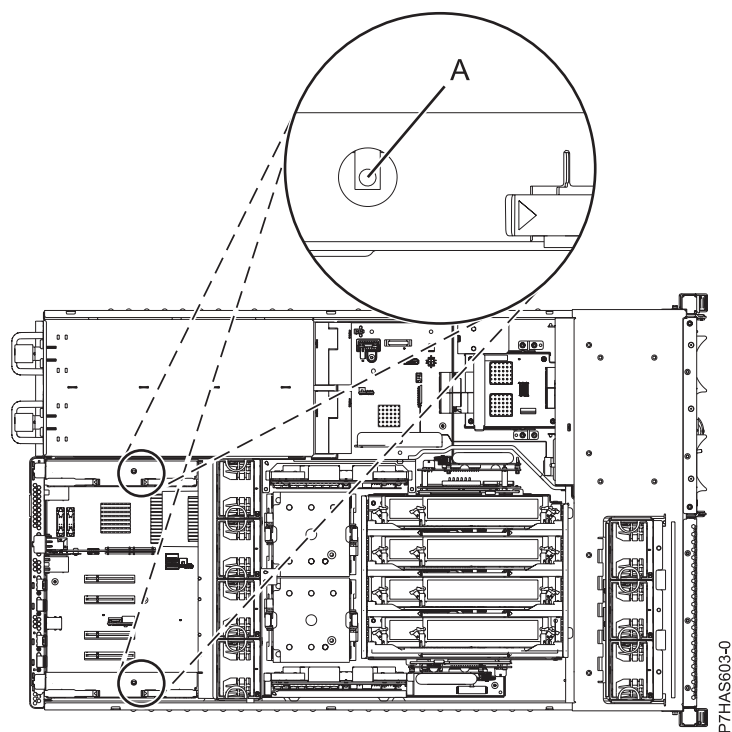

Figura 4. LED dels adaptadors GX
Figura 4 a la pàgina 6 mostra els LED (A) associats als adaptadors GX.